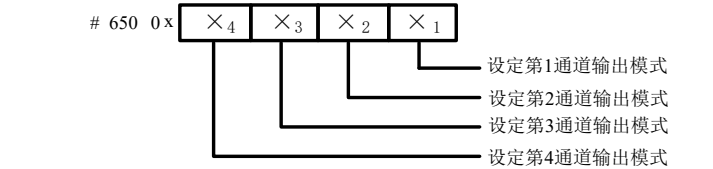

图 2-1 模式设定单元与通道对应关系
- BFM#650：模式设定单元。用于设定第 1 通道到第 4 通道的输出模式。具体对应关系如图 2-1 所示。